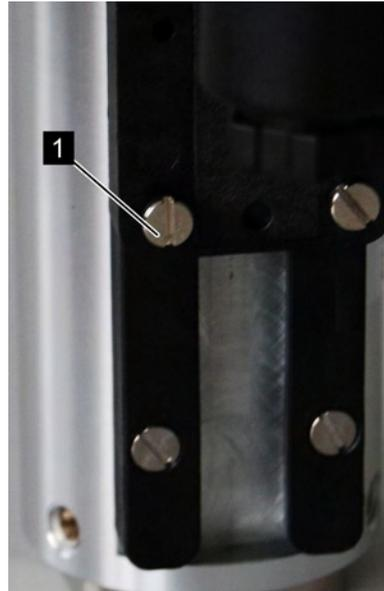

Abb. 31: Feststellschrauben lösen
Die Feststellschrauben des Schaltkontaktes (Abb. 31/1) mit einem Schlitzschraubendreher lösen
6. ➔ Feststellschrauben des Schaltkontaktes (Abb. 31/1) mit einem Schlitzschraubendreher wieder anziehen. Dabei Schrauben-Anziehdrehmomente beachten.